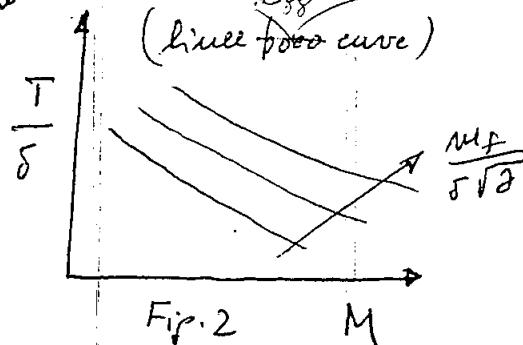

Fig. 2
- Il grafico - fig. 2 - lo spieghiamo, fissando la manetta ($\frac{m\dot{g}}{\delta\sqrt{\sigma}}$), all'aumentare del Mach aumenta la portata d'aria nel motore e questo significa che diminuisce il rapporto $\frac{(FUEL)}{(AIR)} \Rightarrow$ diminuisce la spinta.
- Dal grafico - fig. 3 - osserviamo che essendo $(\delta\cdot\bar{s})$ inversamente proporzionale a $\frac{m\dot{g}}{\delta\sqrt{\sigma}}$ e visto che se le curve di - fig. 2 - decresceranno, quelle di - fig. 3 - dovranno crescere.
Si assumi che per dato δ per cono specifico e quota ($\delta\bar{\delta} = \text{dato}$) la T/δ cresce con M perché cresce $m_f/\delta\bar{\delta}$ (v. la 8), per dato M la T/δ decresce con $\delta\bar{\delta}$ perché decresce $m_f/\delta\bar{\delta}$: in sostanza l'aumento di $T/\delta(M)$ della fig. 3 è inverso di quello della fig. 2 perché il parametro $\delta\bar{\delta}$ è "inverso" di $m_f/\delta\bar{\delta}$.